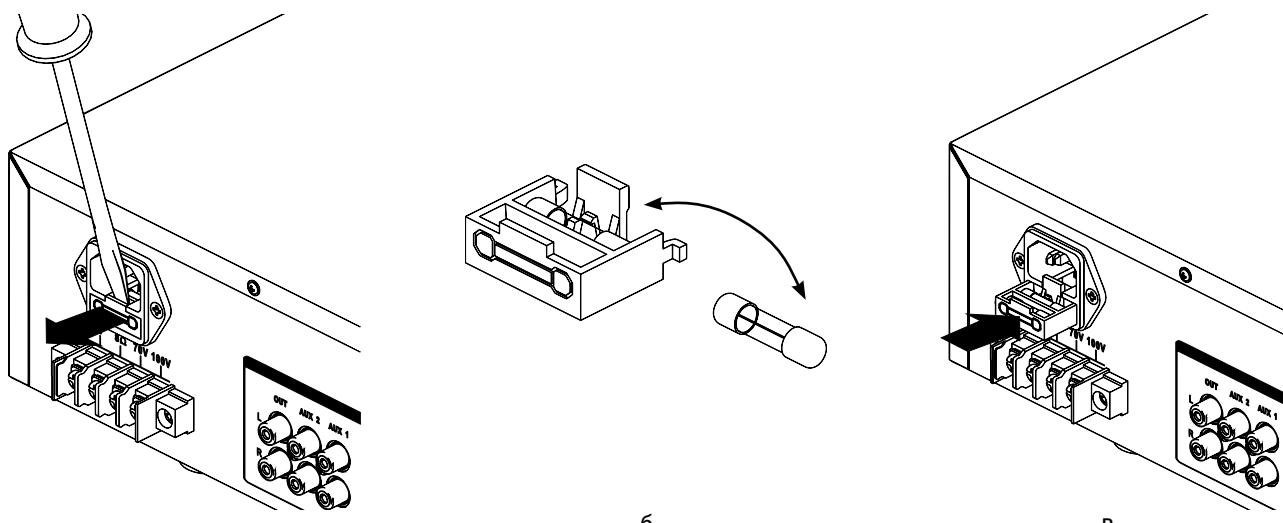

Рисунок 11.1 Порядок замены перегоревшего предохранителя
- Извлеките крышку предохранителя из трансляционного усилителя, нажав на поддев её шлицевой отверткой (**Рис. 11.1, а**).
- Замените перегоревший предохранитель исправным, предварительно убедившись, что в крышке не осталось посторонних предметов (**Рис. 11.1, б**).
- До установки верните крышку с исправным предохранителем в трансляционный усилитель (**Рис. 11.1, в**).